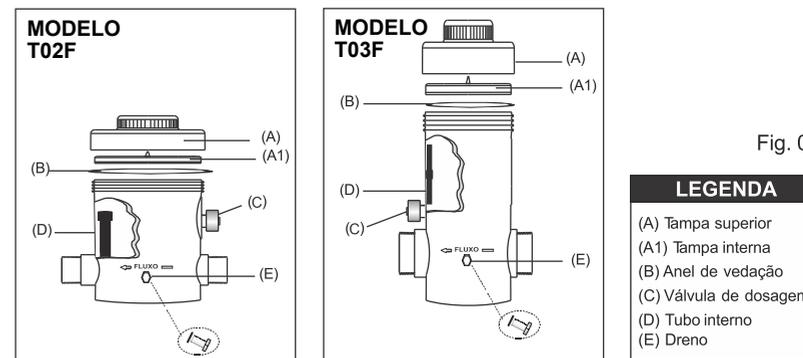

Fig. 03
- Abra a tampa superior (A, fig. 03) do dosador e retire a tampa interna (A1, fig. 03). Em caso de dificuldade na remoção da tampa superior, coloque um balde plástico em frente ao dreno (E, fig. 03) e abra-o com cuidado para a retirada da pressão interna do dosador.
- Recolha em um balde plástico a água do interior do dosador abrindo o dreno (E, fig. 03).
- Após o esvaziamento, feche o dreno (E, fig. 03).
- Recoloque a tampa interna (A1, fig. 03) com o anel de vedação acoplado (B, fig. 03).
- Rosqueie a tampa superior (A, fig. 03); evite aperto excessivo (não use ferramentas).
- Gire a válvula (C, fig.03) no sentido anti-horário.
- Gire a válvula (C, fig.03) no sentido horário.
Feche a válvula de dosagem de cloro (C, Fig. 03) durante as aspirações da piscina para evitar entupimento da mesma.
Inspeccione periodicamente o anel de borracha da tampa (B, Fig 03). Em caso de necessidade, substitua-o.
No caso de vazamento na válvula de dosagem de cloro (C, fig. 03), realize a troca dos seus anéis de borracha conforme as seguintes instruções:
2. Instale o **DOSADOR GENCO** observando o esquema de conexões abaixo. Cuidado para não inverter o dosador; observe a seta indicando o sentido do fluxo (← FLUXO →) no corpo do dosador; a válvula de dosagem de cloro (C, fig. 03) deverá estar voltada para o lado de onde procede a água do filtro, logo em seguida à válvula de retenção. Evite aperto excessivo das conexões.
12. Recarregue o dosador sempre que o nível dos tabletes em seu interior situar-se abaixo da extremidade superior do tubo interno (D, fig. 03).